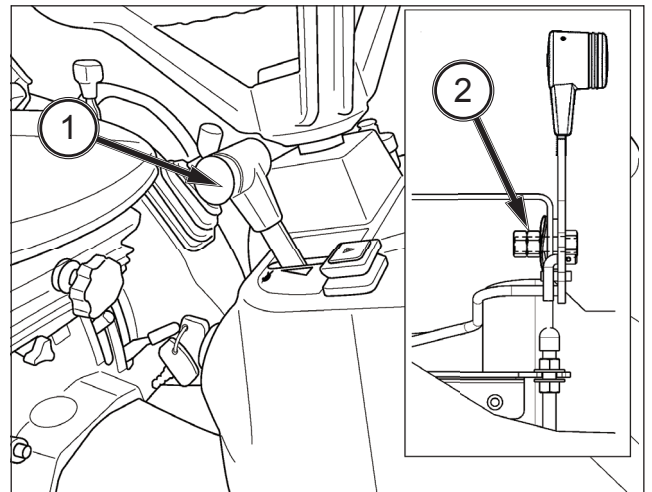

ABB. 106
ABB. 106: Die Kraftstofffiltereinheit (1) befindet sich rechts vom Motor. Der Filter dient zum Ausfiltern von Verunreinigungen aus dem Kraftstoff, bevor dieser die Einspritzpumpe erreicht.